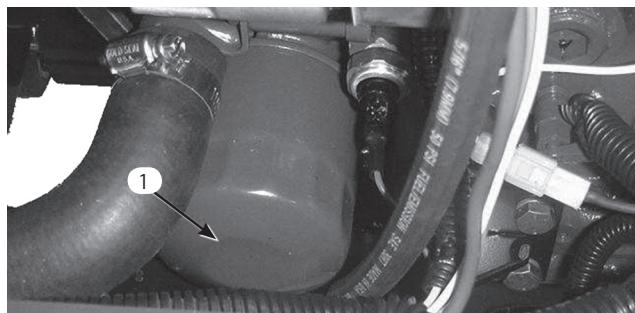

図46
2. フードを開ける。フードを開け、ドレン・プラグ (図46) の下に廃油受けをおく。